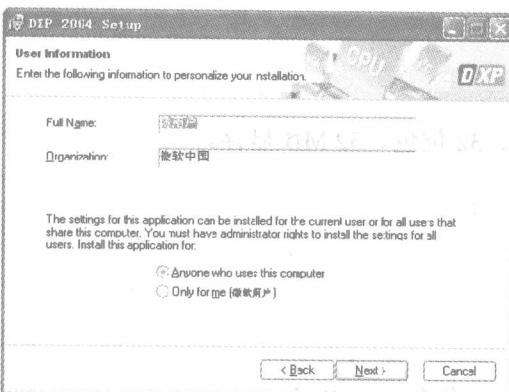

图 1-3 用户信息登记窗口
(3) 单击 **Next >** 按钮进入如图 1-3 所示的用户信息登记窗口。在【Full name】文本框中填写用户名, 在【Organization】文本框中填写用户所在公司名称。